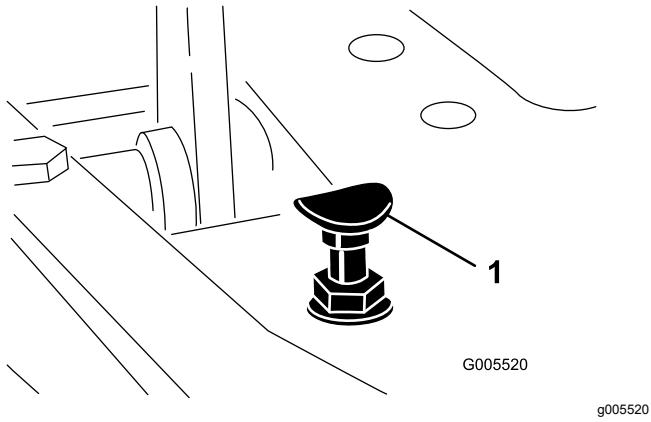

Figura 42
Se il pedale tocca il fermo (Figura 42) prima che avvertiate la tensione sul cavo, effettuate la seguente procedura di regolazione:
1. Spostate la leva di comando delle funzioni in posizione di TRASFERIMENTO e allentate il dado di bloccaggio che fissa il fermo del pedale alla piastra di appoggio (Figura 42).